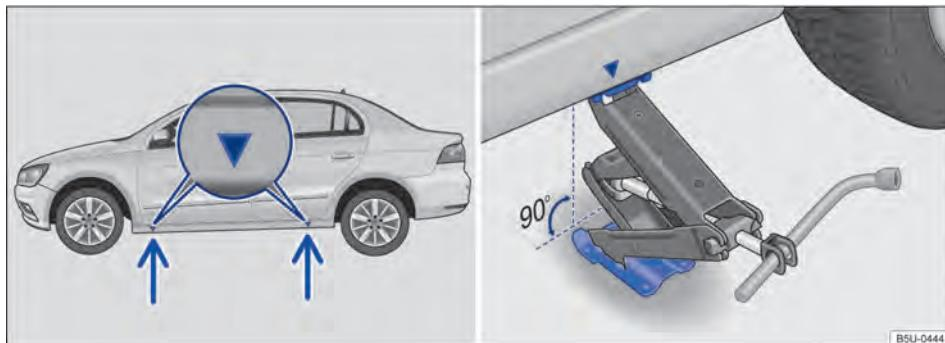

Fig. 189 Pontos de apoio do macaco e macaco posicionado no lado esquerdo traseiro do veículo.
O macaco somente pode ser posicionado nos pontos de apoio indicados (marcação na carroceria) → Fig. 189. É válido o ponto de apoio localizado próximo à roda correspondente → ▲.
7. Procurar sob o veículo o ponto de apoio do macaco → Fig. 189, mais próximo da roda a ser trocada.
9. Garantir que a base do macaco, com toda sua superfície, esteja sobre o chão e que a base se encontre perpendicularmente abaixada do ponto de colocação → Fig. 189.
10. Alinhar o macaco e, simultaneamente, levantar a garra do macaco até ela se encaixar na travessa debaixo do veículo → Fig. 189.
- Posicionar o macaco somente nos pontos indicados. A garra do macaco deve se encaixar no perfil da longarina de forma segura → Fig. 189.